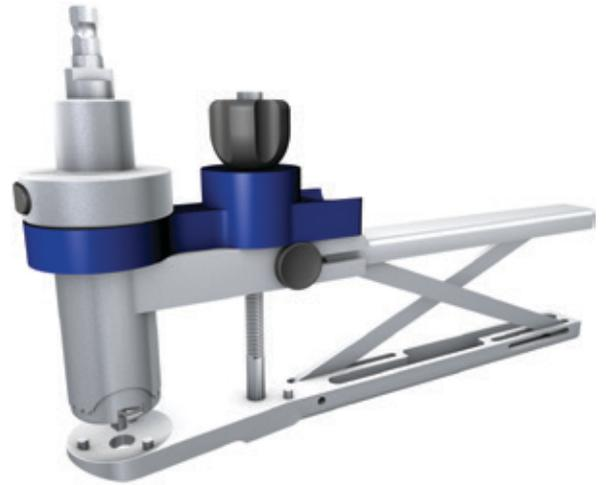

Figura 46
7 Inserire il punteruolo anteriore nella fessura anteriore del punteruolo posteriore. Impattare il punteruolo anteriore fino a quando non è completamente inserito. Durante l'impattamento, assicurarsi che il punteruolo posteriore rimanga completamente alloggiato sulla guida per punteruolo tibiale. Il punteruolo anteriore deve essere rimosso prima di quello posteriore. Dopo la rimozione di entrambi i punteruoli, la guida per punteruolo tibiale può essere rimossa dalla tibia prossimale (Figura 46).
- 1 Caricare l'inserto di prova mediale nell'impugnatura dell'inserto di prova XR (Figura 46).
- 2 Con il ginocchio flesso a 90 gradi, inserire la prova mediale nella tasca mediale del piatto tibiale con una leggera angolazione per consentire all'inserto di prova di scorrere sotto il componente femorale (Figura 46).